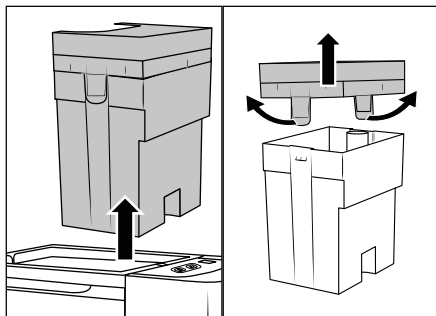

Fig. 7
- ◆ Saisissez le réservoir d'eau sale **7** au niveau de la poignée du couvercle **3** et sortez-le de l'appareil en tirant vers le haut (voir fig. 7).
- ◆ Tirez légèrement les deux languettes de retenue vers l'extérieur et retirez le couvercle **3** (voir fig. 7).